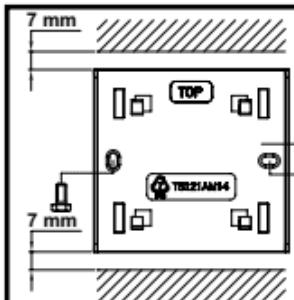

Fig. 3.
1. Fissare la piastra di sicurezza A (fig. 3) con le viti fornite in dotazione su un alloggiamento da incasso o direttamente al muro con le viti e i tasselli. L'indicazione "TOP" deve trovarsi nella parte superiore della piastra di sicurezza.